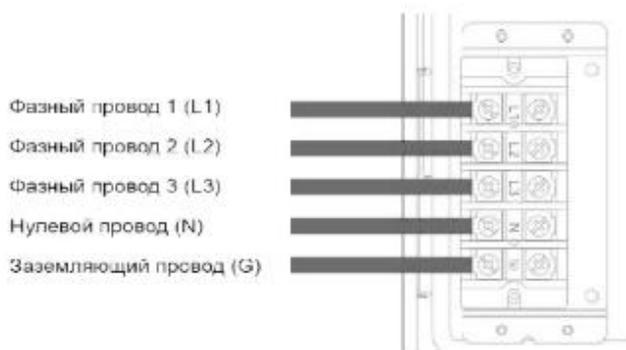

Рис.9. Подключение прибора
- Подключайте электрический котел к электропитанию в строгом соответствии со схемой подключения к электросети (Рис. 9).
- Схема подключения сетевого кабеля к клеммной колодке указана в Рис. 9.
- Подключение L1-L2-L3-N-G сверху «Вниз», согласно Рис. 9.